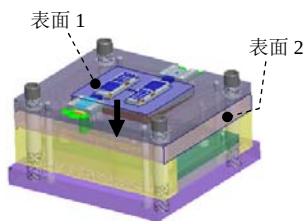
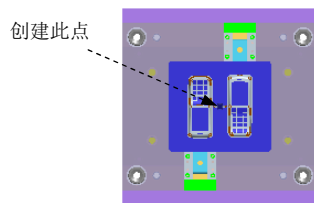

图 31.92 定义草绘平面
图 31.93 截面草图
Step1. 创建拉料杆参考点。单击 **模型** 功能选项卡 **基准** 区域中的“草绘”按钮 ，系统弹出“草绘”对话框；选择图 31.92 所示的表面 1 为草绘平面，选择图 31.92 所示的表面 2 为参考平面，方向为 **右**。单击 **草绘** 按钮，至此系统进入截面草绘环境；绘制图 31.93 所示的截面草图（一个点），完成截面的绘制后，单击“草绘”操控板中的“确定”按钮 。
Step2. 创建拉料杆修剪面。单击 **模型** 功能选项卡 **切口和曲面** 区域中的 **拉伸** 按钮 ，此时系统弹出“拉伸”操控板。从弹出的菜单中选择 **定义内部草绘...** 命令，在系统  的提示下，选取图 31.92 所示的表面 2 为草绘平面，选取图 31.92 所示的表面 1 为参考平面，单击 **草绘** 按钮，绘制图 31.94 所示的截面草图（一条直线）。在操控板中选取深度类型 （到选定的），选取草绘平面的背面为拉伸终止面；单击 **EMX 常规** 功能选项卡 **工具** 控制区域中的  按钮后面的 ，在下拉菜单中选择 **识别修剪面** 按钮，系统弹出“顶杆修剪面”对话框，单击对话框中的  按钮，系统弹出“选择”对话框，选取之前拉伸的曲面为拉料杆修剪面，单击“选择”对话框中的 **确定** 按钮，然后单击“完成”按钮 。